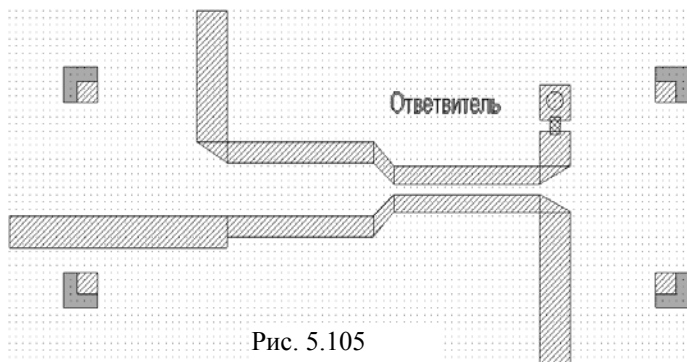

Рис. 5.105
4. Сделайте активным окно топологии схемы и щёлкните по значку **Paste** на панели инструментов. Вставьте скопированную топологию в окно топологии схемы (рис. 5.105).